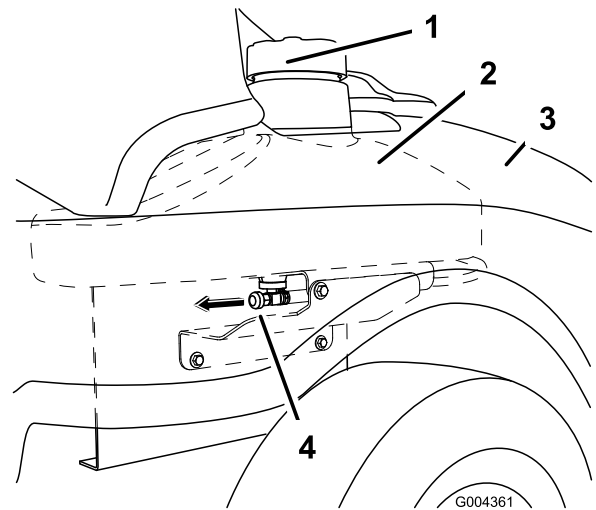

Figura 41
3. Cierre la válvula de cierre del combustible, ubicada debajo de la parte delantera del depósito de combustible (Figura 41).
7. Abra la válvula de cierre de combustible. Deje fluir el combustible a una lata u otro recipiente (Figura 41).